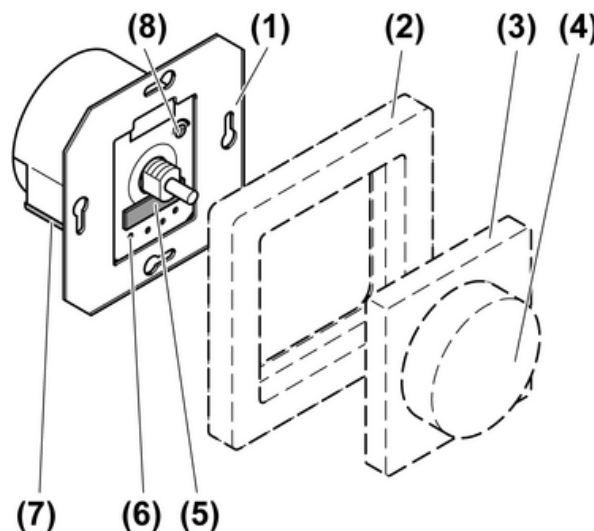

Bild 1: Geräteaufbau
- Minimalhelligkeit durch Drehen des Einstellers (8) einstellen (Bild 1).